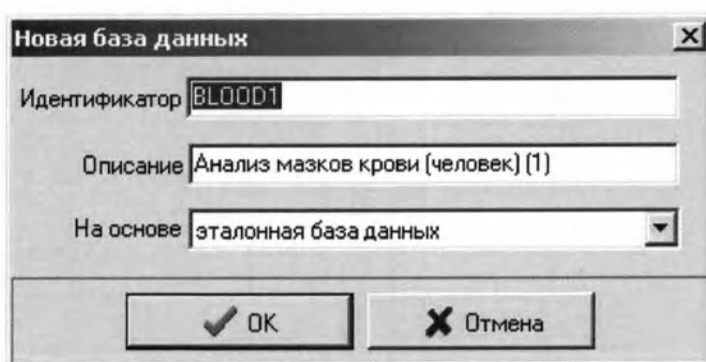

Рисунок 5. Окно добавление базы данных
4. В появившемся окне (Рисунок 5) измените при необходимости поле «Описание» и нажмите кнопку «ОК» (клавишу [Enter]).